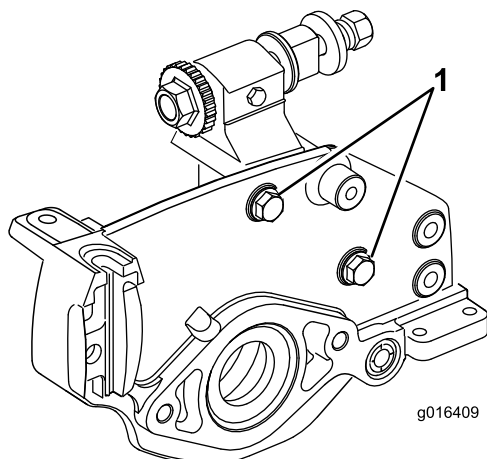

Figure 13
**Remarque:** La position du rouleau arrière par rapport au cylindre est contrôlée par les tolérances d'usinage des composants assemblés et le réglage du parallélisme n'est pas nécessaire. Un réglage limité est possible en plaçant le plateau de coupe sur un plan de travail et en desserrant les vis de fixation de la plaque latérale (Figure 13). Ajustez et serrez de nouveau les vis.